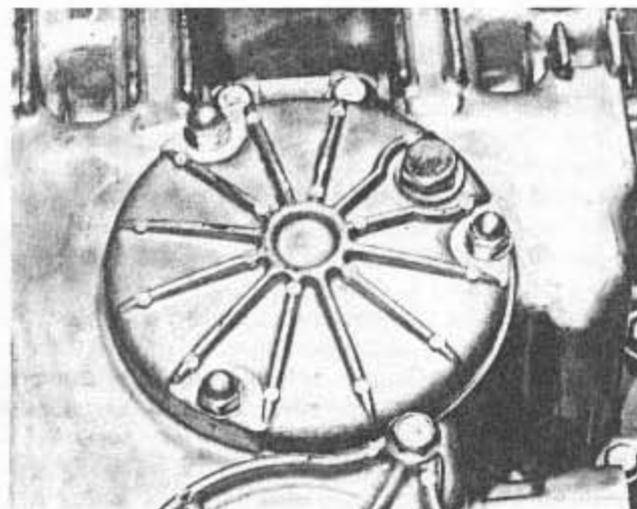

Bild 207
- Das Ölfilterelement sitzt in einem besonderen Gehäuse am Grund der unteren Motorgehäusehälfte. Das Gehäuse wird durch einen verrippten Deckel verschlossen, welcher durch drei Hutmuttern gesichert ist (Bild 207). An der Rückseite des Ölfilterdeckels findet sich ein zweiter Deckel, der das Siebfilter enthält, welches am Ansaugtrichter der Ölpumpe befestigt ist (nur frühe Modelle). Bei späteren Modellen erhält man nur anlässlich einer Motorrevision Zugang zum Siebfilter, da kein Deckel mehr vorhanden ist.